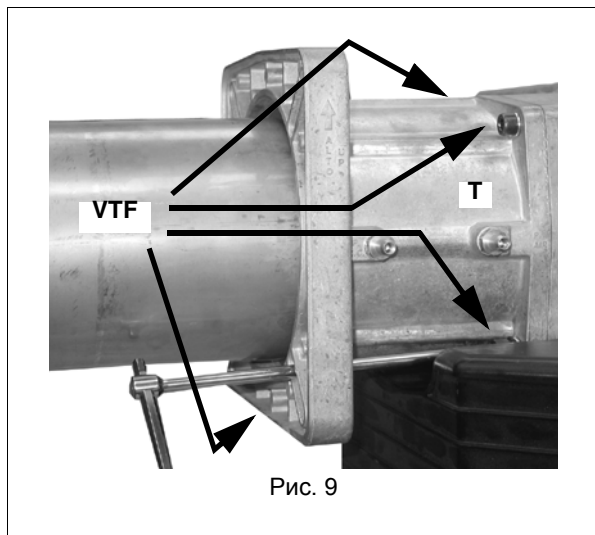

Рис. 9
- 3 Снять фланцевый патрубок **T**, открутив для этого 4 винта с углубленной головкой **VTF** (Рис. 9)